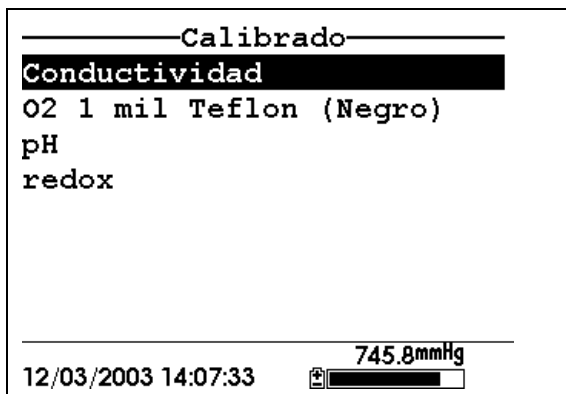

Imagen 6.2 Pantalla del Calibrado
2. Use las flechas para seleccionar la opción de Conductividad. Ver *Imagen 6.2 Pantalla del Calibración*.
- 15.** Presione **Escape** para volver al menú de calibración. Ver *imagen 6.2 Pantalla de Calibración*.
- 2.** Use las flechas para seleccionar la opción de **Oxígeno Disuelto**. Ver Imagen 6.2 Pantalla de Calibración.
- 11.** Presione **Escape** para volver al menú de calibración. Ver *Imagen 6.2 Pantalla de Calibración*
- 11.** Pulse **Escape** para volver al menú del Calibración. Ver Imagen 6.2 Pantalla de Calibración
- 2.** Use las flechas para seleccionar la opción de **pH** Ver Imagen 6.2 *Pantalla de Calibración*.